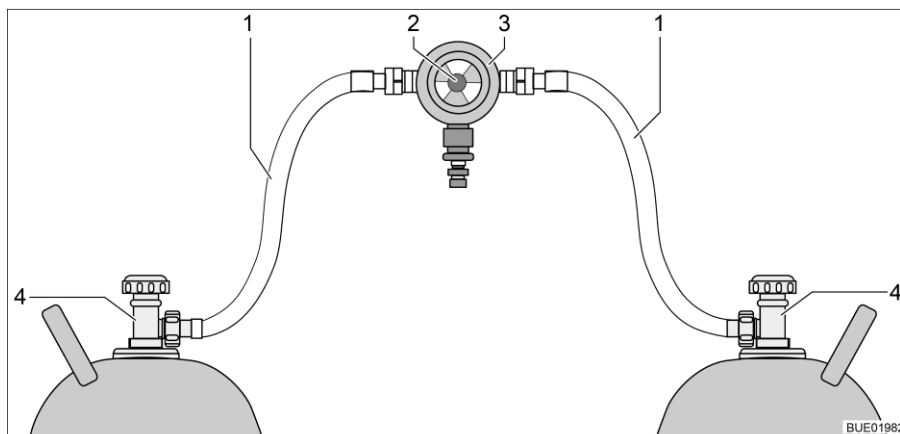
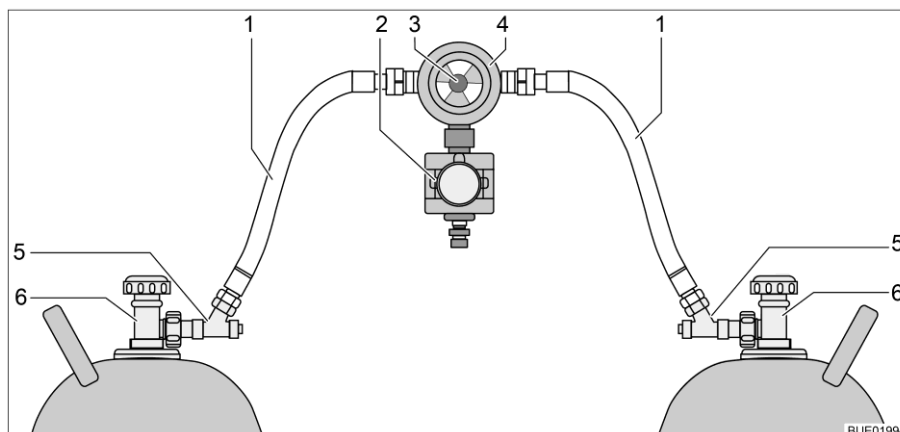

Bild 127 Omkopplingsenhet för gasflaskor
Bild 128 Omkopplingsenhet för gasflaskor med CPU
Omkopplingsenheten för gasflaskorna består av en kombinerad gastrycksregulator med omkopplingsventil och visning (Bild 127,3). Omkopplingsenheten för gasflaskor är monterad mellan de två gasslangarna (Bild 127,1).
Omkopplingsenheten för gasflaskorna består av en kombinerad gastrycksregulator med omkopplingsventil och visning (Bild 128,4) och en elektroventil (Bild 128,2). Elektroventilen spärrar vid kraftig bromsning, olycksfall eller kraftig lutning, av gastillförseln till fordonet. Omkopplingsenheten för gasflaskor är monterad mellan de två gasslangarna (Bild 128,1) med slangbrottssäkringar (Bild 128,5).
Med vredet (Bild 127,2 resp. Bild 128,3) på omkopplingsenheten, ställer du in vilken av gasflaskorna som ska användas som driftflaska och vilken gasflaska ska användas som reservflaska.
Med kontrollenheten (Bild 129) kan endast de elektriska funktionerna styras. Gasflaskornas huvudavstängningsventiler (Bild 127,4 resp. Bild 128,6) måste öppnas eller stängas för hand.
- Öppna huvudavstängningsventilerna på gasflaskorna (Bild 127,4 resp. Bild 128,6).
- Tryck in slangbrottssäkringarna (Bild 128,5) i 10 sekunder, efter varandra.
- Välj med vredet (Bild 127,2 resp. Bild 128,3) på omkopplingsenheten, gasflaskan som ska prioriteras (driftflaska). Vrid alltid vredet till stoppläget.
- Stäng huvudavstängningsventilerna på gasflaskorna (Bild 127,4 resp. Bild 128,6).